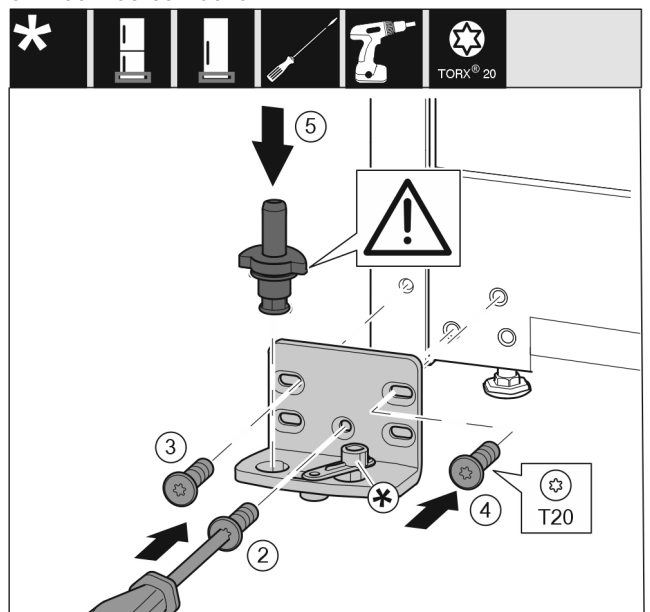

Fig. 17
- ▶ Lagerbok aan de andere zijde plaatsen en met behulp van een schroevendraaier er in schroeven. Met schroef Fig. 17 (2) onder in het midden beginnen.
- ▶ Schroef Fig. 17 (3) en schroef Fig. 17 (4) vastschroeven.
- ▶ Lagerbouten Fig. 17 (5) volledig instekken. Let hierbij op dat het vergrendelingslipje naar achteren wijst.